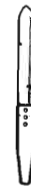

Fig. 642.
- un coltello robusto ed affilato (fig. 642);